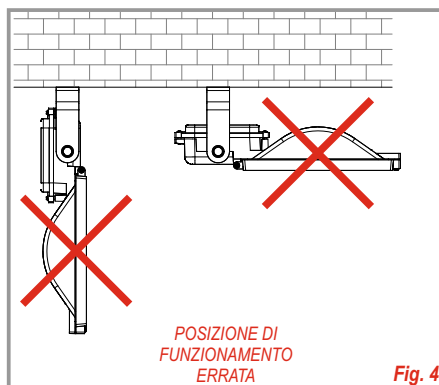

Fig. 4
- Durante il montaggio e l'utilizzo, seguire le istruzioni sulle posizioni di funzionamento e le distanze minime (fig. 4 - 5) e non puntare il proiettore verso i muri o soffitti.